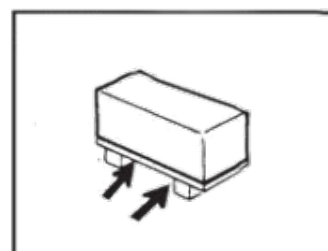

Figura 2
- A máquina embalada deve ser movimentada por um empilhador com a capacidade de elevação correspondente. A direção de inserção do empilhador refere-se à Figura 2.